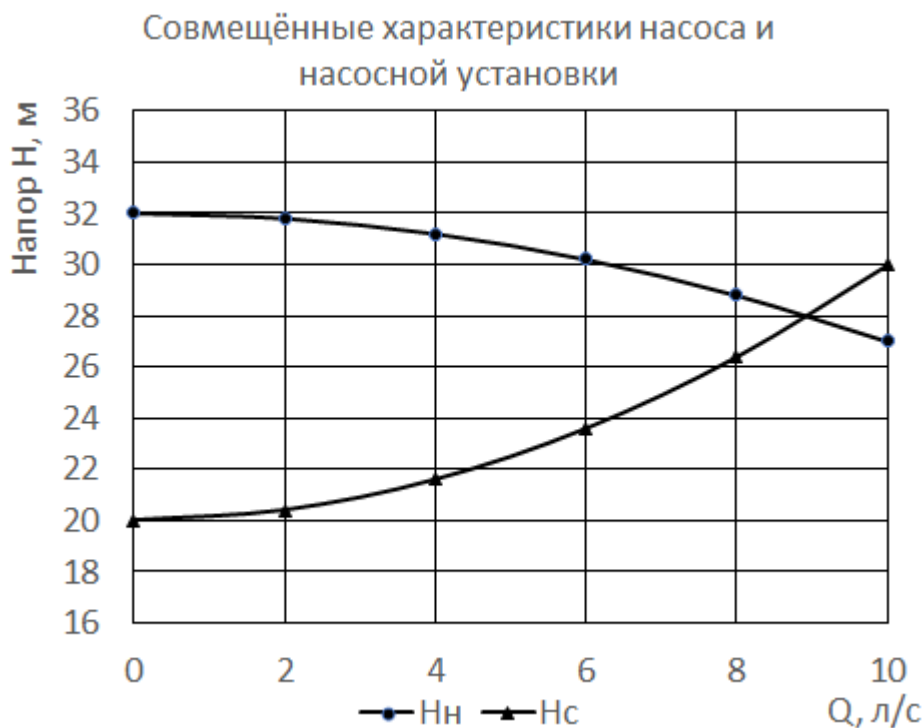

Рис. 3
2. Изобразите изменённые характеристики насоса и насосной установки при обеспечении подачи жидкости в сеть $Q = 8 \text{ л/с}$ двумя способами: воздействием на насос (изменением частоты вращения рабочего колеса) и воздействием на насосную установку (дросселированием потока). Исходные характеристики насоса и насосной установки приведены на рис. 3.